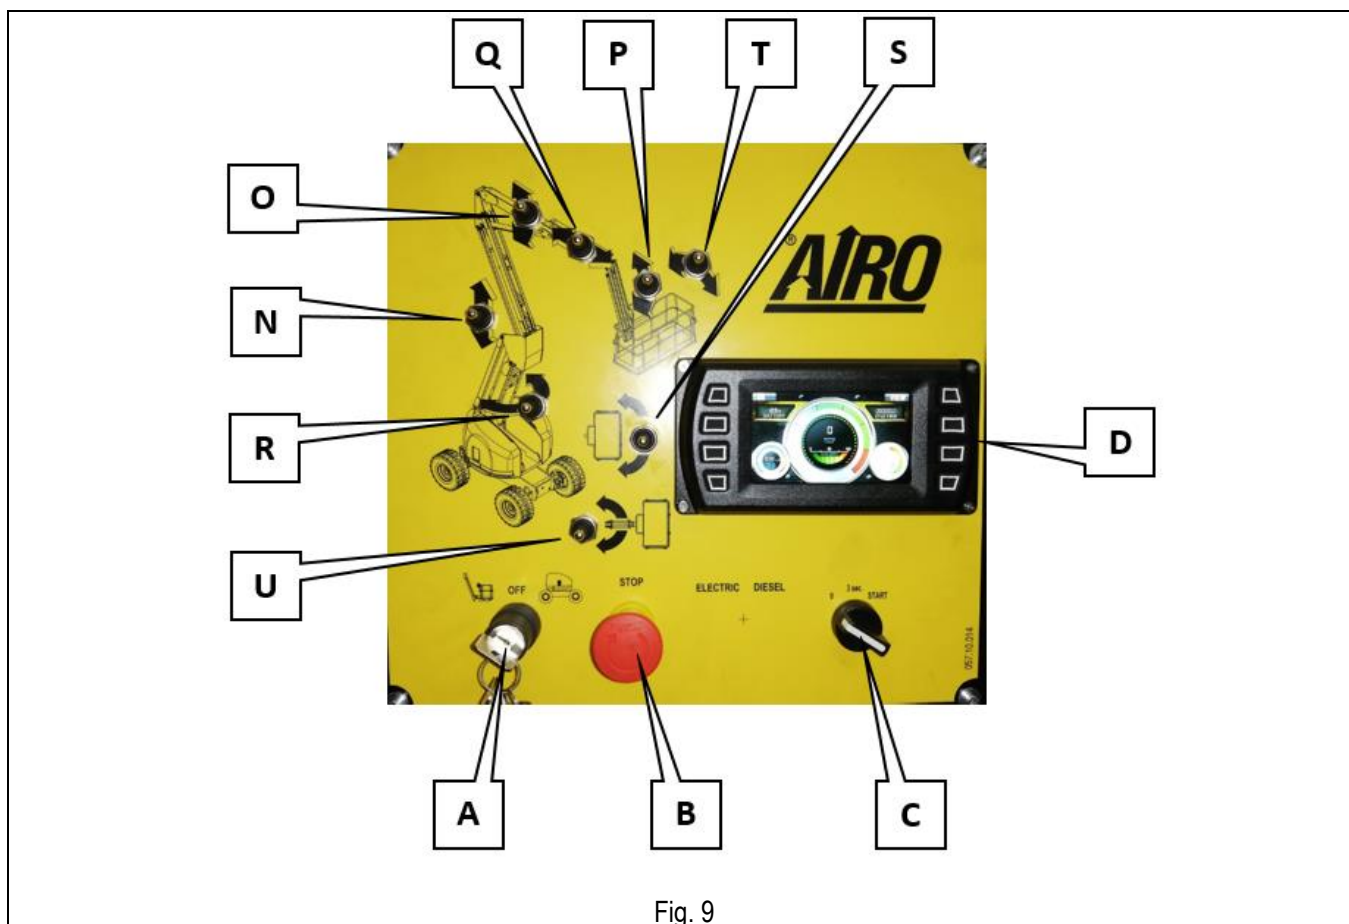

Fig. 9
Le tableau de commande OPTIONNEL (Fig.9), a les mêmes caractéristiques que le tableau STANDARD, à la différence de l'interface graphique équipée de DISPLAY MURPHY pour la gestion de la régénération du FAP (Filtre Anti-Particulaire, ou DPF Diesel Particulate Filter), obligatoire dans certains pays en conformité avec les réglementations les plus récentes sur les émissions atmosphériques (Tier4final /StageV). En outre, le tableau OPTIONNEL se distingue également par les témoins lumineux qui se trouvent uniquement sur le tableau de commande de la plate-forme.
- Sur le panneau, sélectionner les commandes au sol à l'aide du sélecteur à clé "A" de la Fig.9 ;